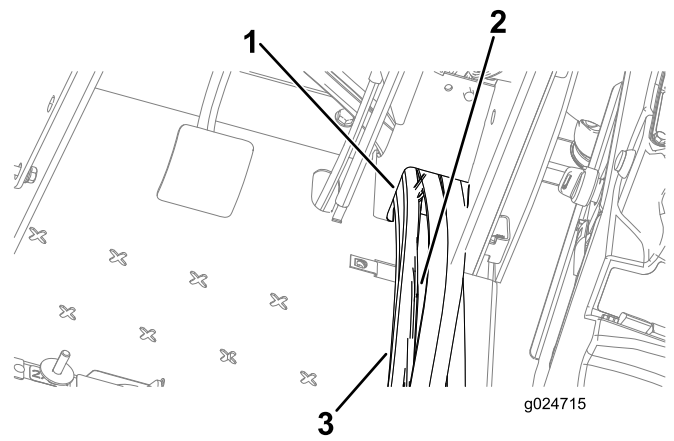

Figura 32
1. Enrute el arnés de cables junto con las mangueras por el orificio de la chapa de suelo (Figura 32).